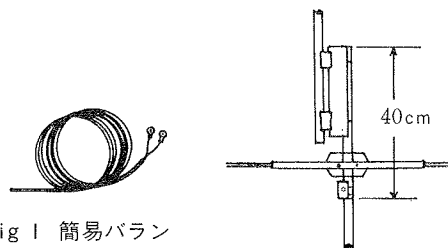

Fig 1 簡易バラン (直径約 25cm で 10 回程度巻きます。) Fig 2 アンテナマスト 有効取付長 40cm
そのために給電部に簡易バラン(Fig.1)をおすすめしているのです。接地構造として適した屋上とかベランダとかに実装される場合、簡易バランは不要でしょうし、ラジアルすらも不要な場合もあるでしょう。立地条件にあわせて実装の工夫をして下さい。
- Fig.1 のように同軸ケーブルをコイル状に巻いてバランを作ります。(解説参照)